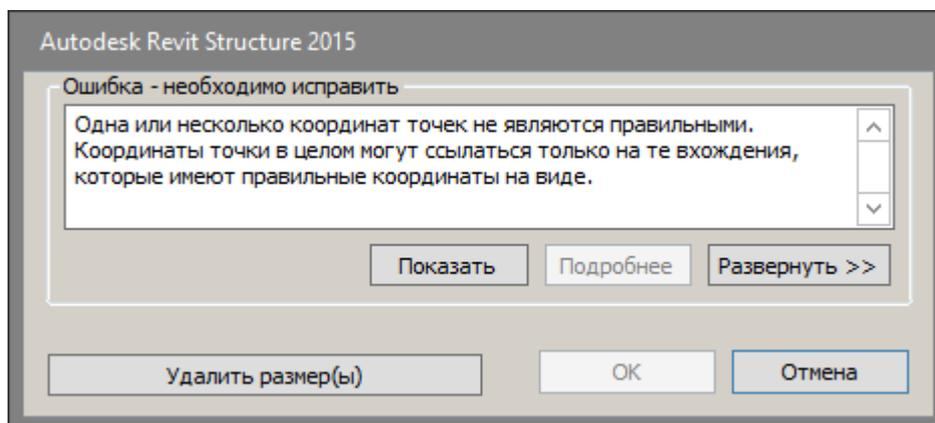

Рис.15.2. Диалоговое окно Autodesk Revit Structure 2015
- В открывшемся диалоговом окне **Autodesk Revit Structure 2015** (рис.15.2) щелкните по кнопке **Удалить размер(ы)**, чтобы убрать обозначения уклонов с планов.